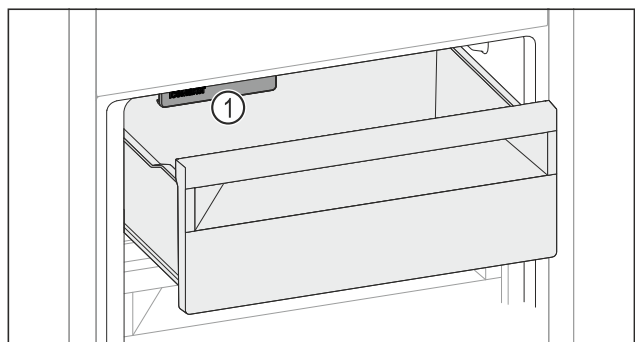

Fig. 169
- Учитывайте IceMaker Fig. 169 (1).